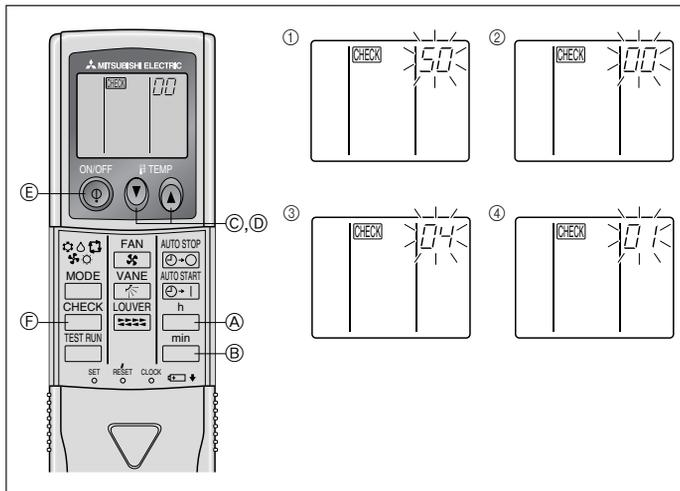

Fig. 6-9
- ⑧ Нажмите кнопку MODE \ominus , и режим и номер установки (I) и (II) переключатся в состояние постоянного отображения на дисплее, что позволит подтвердить содержание настройки.
- ⑨ Одновременно нажмите кнопку Δ FILTER (ФИЛЬТР) и кнопку \ominus TEST RUN (ПРОБНЫЙ ПРОГОН) и удерживайте их в течение приблизительно двух секунд. Через несколько секунд исчезнет индикация выбора функций, и на дисплее загорится индикация OFF (Выкл.) кондиционера воздуха.
2) Для беспроводного пульта дистанционного управления (Fig. 6-9)
- ① Перейдите в режим выбора функции